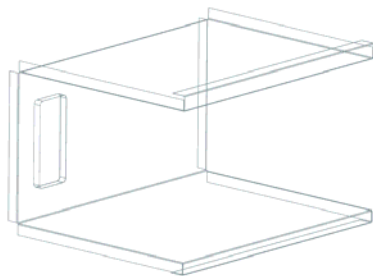

图 11-208 创建凹坑特征 1
(5) 在“凹坑”对话框中,设置“深度”为10,“侧角”为0,“参考深度”为“内部”,“侧壁”为“材料内侧”。取消勾选“凹坑边倒圆”复选框。单击  按钮,创建凹坑特征1,如图11-208所示。